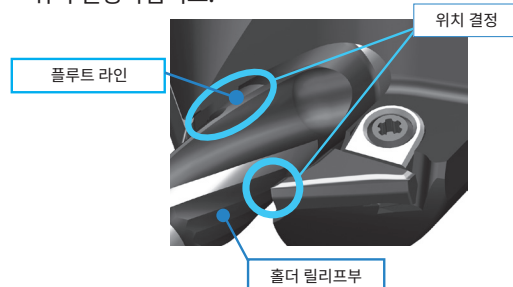

fig. 4 드릴 위치 결정
4. 플루트 에지 라인 및 홀더 릴리프부 (흑색부) 가 fig. 4에 나타난 위치로 오도록 드릴을 회전시켜 위치 결정하십시오.